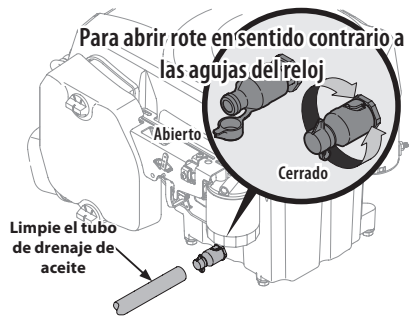

Figura 33
4. Abra la tapita protectora del extremo de la válvula de drenaje para visualizar el orificio de drenaje. Consulte la Figura 33.